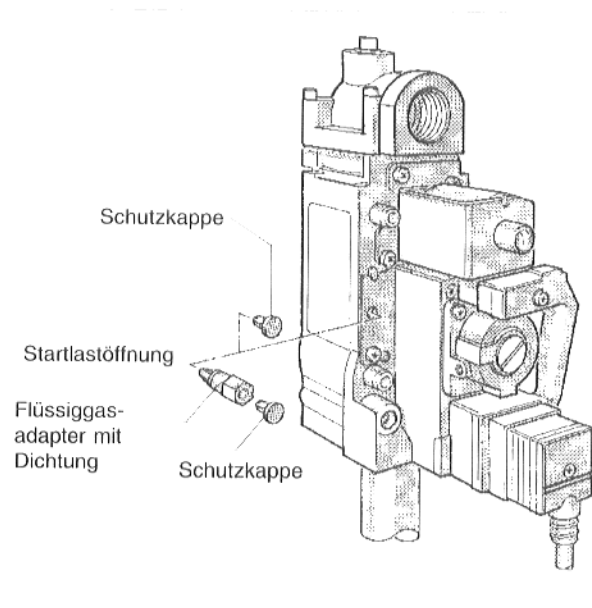

Abb. 38: Gasbrennerarmatur "Honeywell" VR 4601
- Bei Umstellung auf Flüssiggas Schutzkappe über der Startlastöffnung entfernen und Flüssiggasadapter (Kennzeichnung: 230) mit Dichtung einschrauben. Sollte der Flüssiggasadapter nicht mit einer eigenen Schutzkappe versehen sein, Schutzkappe der Startlastöffnung auf den Flüssiggasadapter aufstecken (Abb. 38).
Bei Umstellung auf Erdgas Adapter herausdrehen und Schutzkappe auf Startlastöffnung aufstecken (Abb. 38).